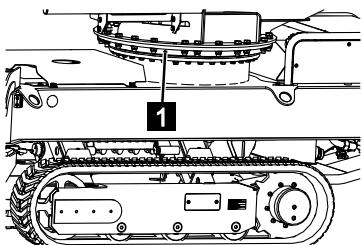

Abb. 260
1. Mit der Fettpresse an den Schmiernippeln des Drehkranzes (Abb.260/1) Mehrzweckfett einpressen.